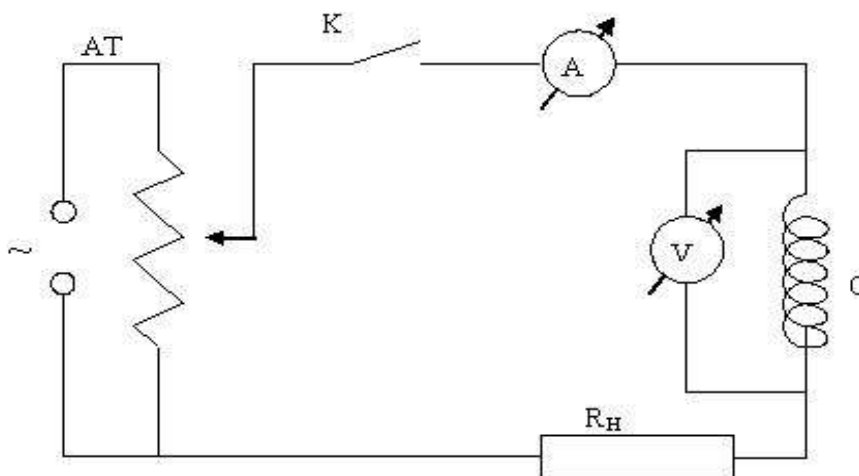

Рисунок 1 – Схема для исследования влияния ферромагнитной среды на индуктивное сопротивление и индуктивность соленоида:
В этой лабораторной работе электрическая цепь содержит соленоид и источник тока, ЭДС которого изменяется по закону $\varepsilon = \varepsilon_m \cos \omega t$ с циклической частотой ω (см. рис. 1). При включенном токе падение напряжения на концах соленоида равно:
1. Проверьте соответствие собранной электрической цепи схеме (рис. 1). Включив установку, зафиксируйте определенную силу тока в цепи и соответствующее ей напряжение на концах соленоида.
2. Рассчитайте реактивное индуктивное сопротивление X_L по формуле (2) и индуктивность L соленоида по формуле (1).